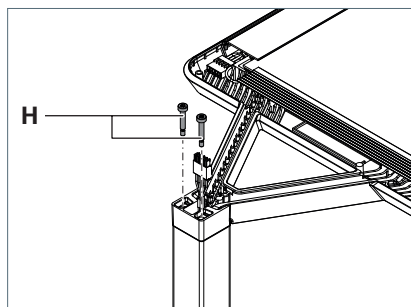

Fig. 4: Fissare la testa dell'apparecchio.
- Serrare le due viti di regolazione **H** fino a quando le teste delle viti sono a filo dell'adattatore, vedere Fig. 4.